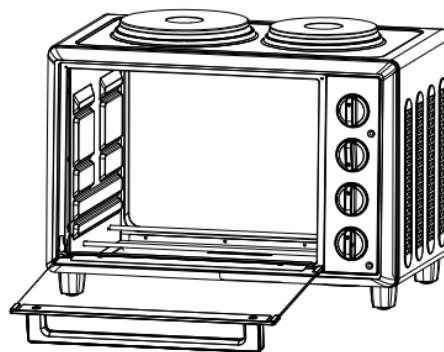

Fig. 11
8. Se si griglia o si tosta, lasciare la porta del forno socchiusa (Fig. 11).